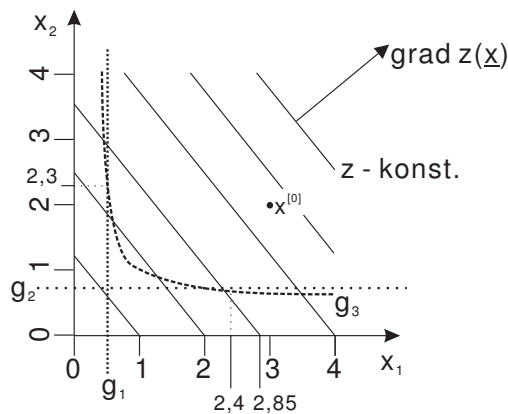

Abbildung 5: Ausgangsproblem
- Startpunkt innerhalb des zulässigen Bereichs frei gewählt — Abb. 5